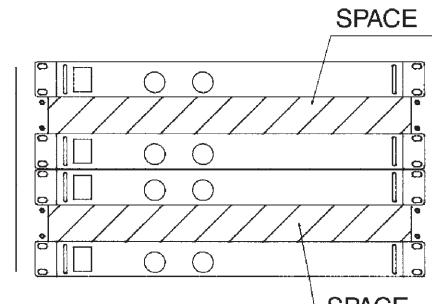

Fig.2
- PVS1200WタイプをEIA規格のラックに組み込む場合は、Fig.2のように積み重ねは2ユニットまでとし、上下に1ユニット分のスペースを確保してください。(PVS2800Wタイプはスペースを確保する必要はありません。)
- To mount the PVS1200W type in an EIA standard rack, a maximum of 2 units can be stacked, keeping space for 1 unit above and below, as shown in Fig.2. (Note: No keeping space for the PVS2800W type.)